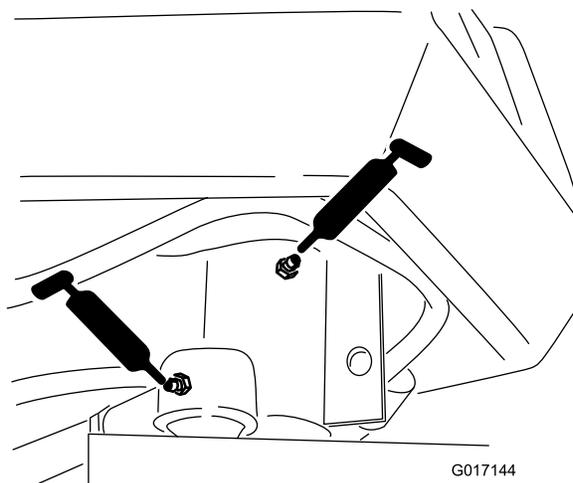

Рисунок 29
- Вал вилки поворотного колеса (1 шт.) (Рисунок 29)
- Конец штока цилиндра рулевого управления (Рисунок 29)